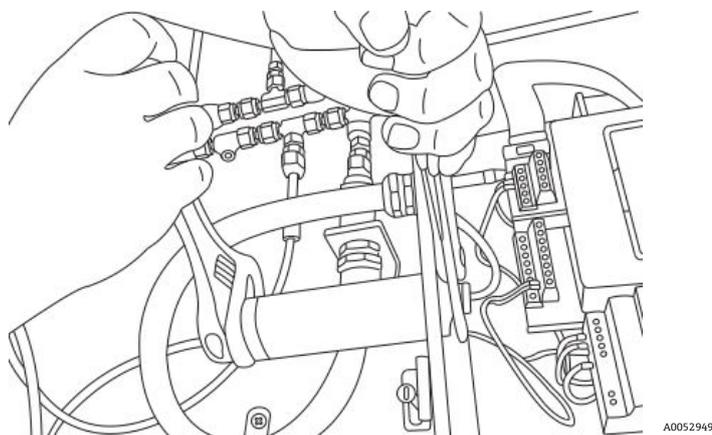

Figura 83. Rimozione del sensore di pressione
8. Liberare con la chiave regolabile il dado per il montaggio a pannello del sensore di pressione, presente all'interno della custodia. Vedere Figura 83.